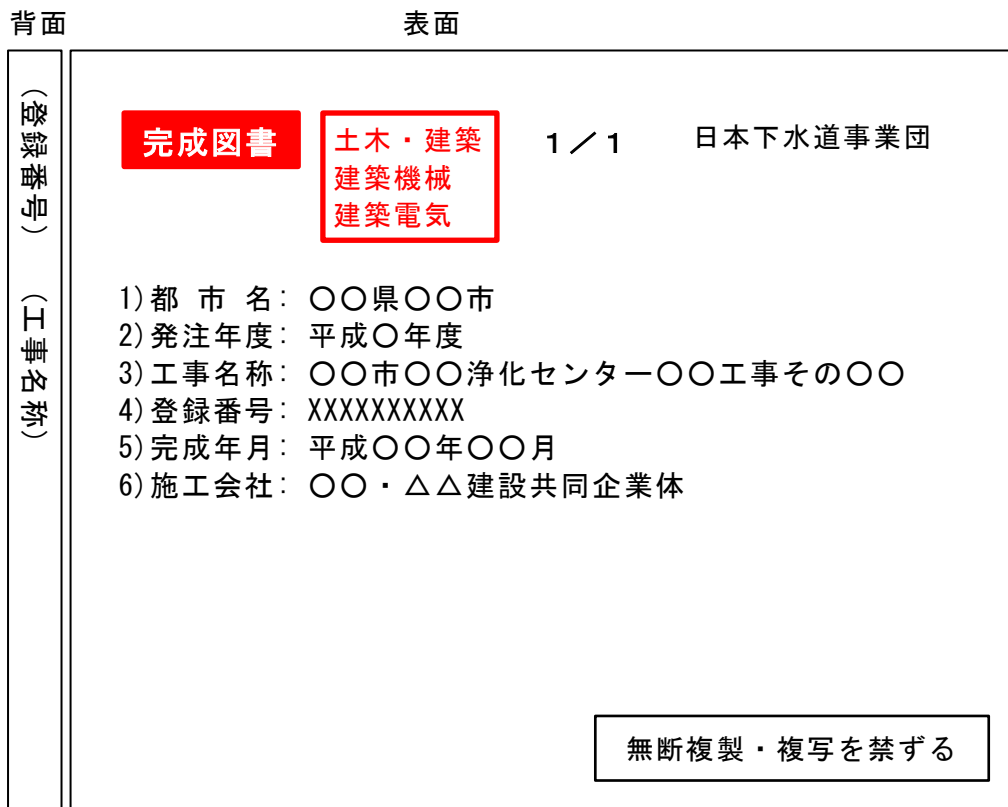

図 10-3 電子媒体ケースジャケットへの表記
- 電子媒体を収納するケースジャケットの表面には 1) ～ 6)、1 1) 1 2) の項目を印刷する。背面には、3) 4) を印刷する（図 10-3）。